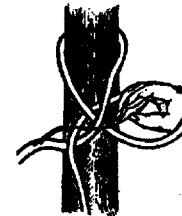

Рис. 70.
3. Не останавливая движения правой руки, двигаем его вниз – вправо, а затем – вверх – влево, тем самым образуем на коренном конце веревки калышку (закрытую петлю). Петля в калышку закручивается против часовой стрелки. Пальцы руки в этот момент должны быть собраны щепоткой (рис. 70).